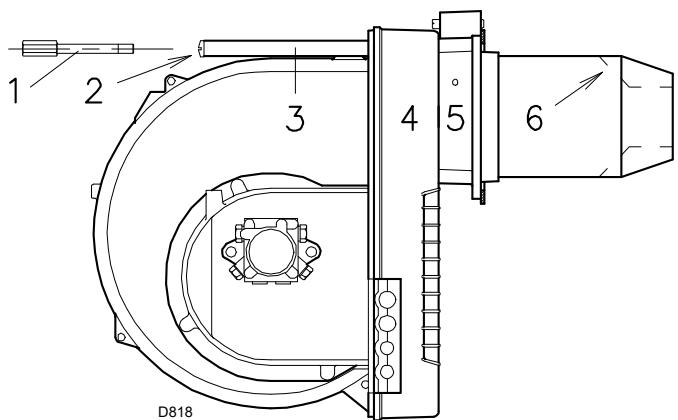

Abb. 14
- Anschließend den Brenner 4)(Abb. 14) auf die Führungen 3) montieren und bis zum Flansch 5) schieben, ihn dabei leicht angehoben halten, um Behinderungen zwischen dem Flammenhalter-Satz und den Führungen 6) des Flammrohrs zu vermeiden.
- Die Schrauben 2)(Abb. 14) auf die Führungen 3) und die Befestigungsschraube 1) des Brenners mit dem Flansch andrehen.